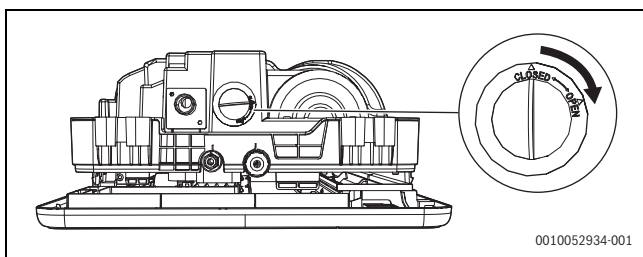

fig. 36
- Hapni kapakun e ujit të provës (→ Fig. 36) në trupin e pajisjes duhet të zhvendoset gjatë provës së shkarkimit për të kontrolluar nëse pompa e shkarkimit është e ndezur dhe nëse ka ndonjë problem me pompën e shkarkimit.